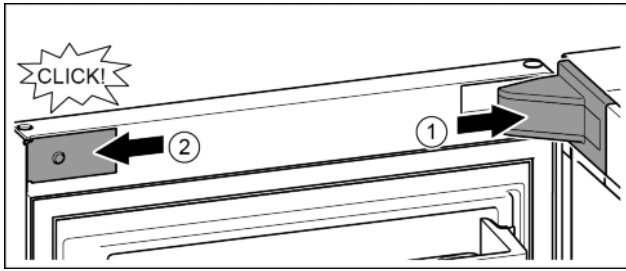

Fig. 24
- ▶ Встановіть та зафіксуйте кришку опорного кронштейна, у разі необхідності — обережно розтисніть. Fig. 24 (1)
- ▶ Встановіть збоку і зафіксуйте накладку. Fig. 24 (2)